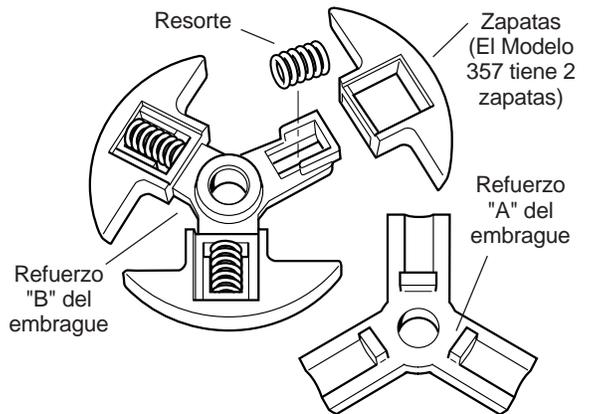

Figura 6.17
Paso 3. Levante de a una las zapatas y los resortes del cuerpo del embrague (figura 6.17)